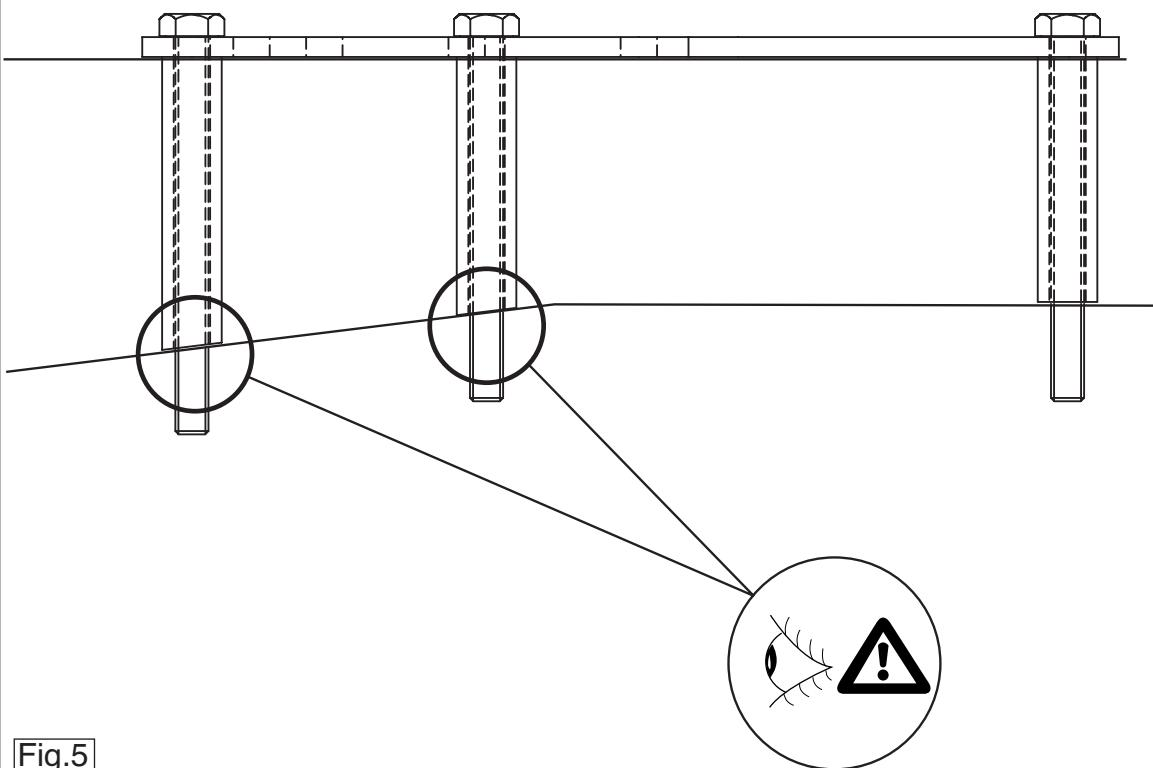

Fig.5
- 11. Umieszcic przeciwnakrętki i ulejki olejegłosciowe na śrubach, a całość umieszcic w wywierconych teraz otworach. Partz rysunek 5.